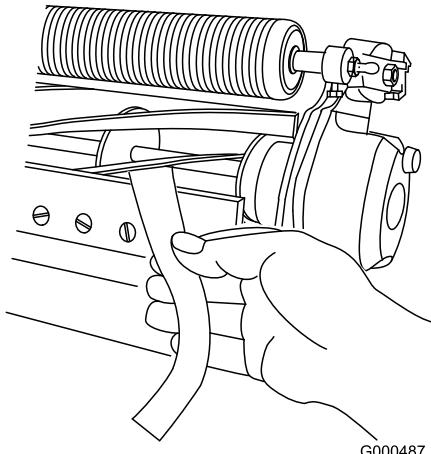

Bild 5
11. Testen Sie die Schnittleistung, indem Sie einen langen Streifen des Schnittleistungspapiers (Toro Bestellnummer 125-5610) senkrecht zum Untermesser zwischen die Spindel und das Untermesser legen (Bild 5). Drehen Sie die Spindel langsam vorwärts; das Papier sollte geschnitten werden.